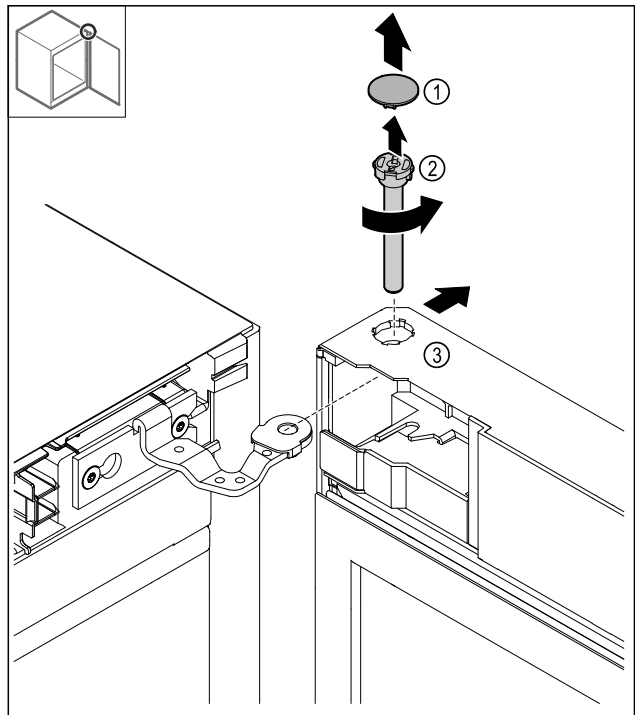

Fig. 18
- Зніміть накладку (1).
- Відкрутіть палець (2) проти годинникової стрілки й витягніть його.
- Злегка нахиліть дверцята Fig. 18 (3).